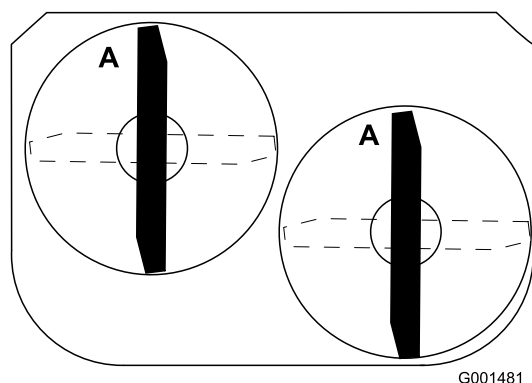

Figura 52
3. Gire las cuchillas hasta que los extremos estén orientados hacia adelante y hacia atrás (Figura 52).